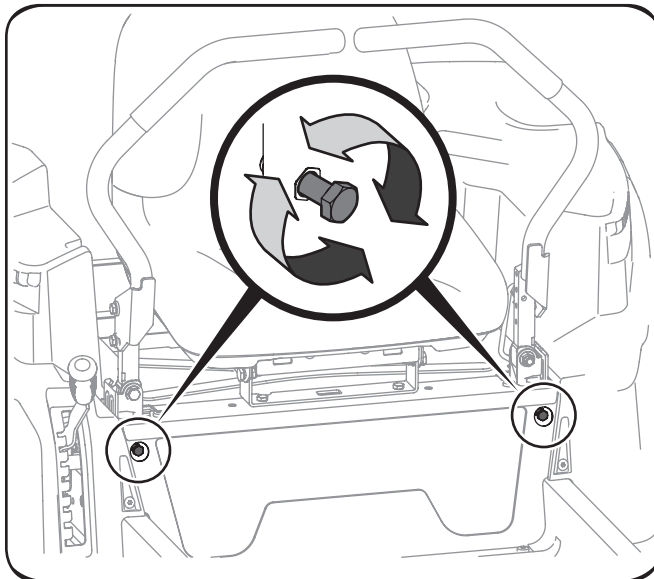

Figura 6-6
2. Localice los tornillos de ajuste del tope de la palanca de control de la unidad en la parte delantera del bastidor del asiento. Vea la Figura 6-6.